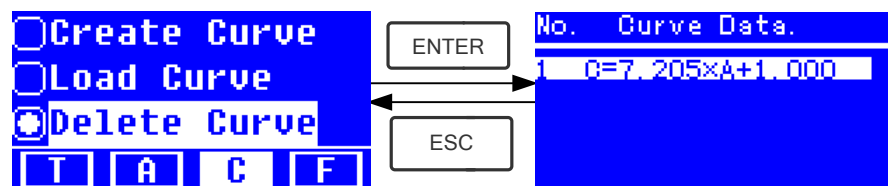

Fig. 4-15
- ★ Mova o cursor até "Delete Curve" e pressione  para confirmar. Assim, o sistema entrará na interface de seleção de equação de curvas. (Fig. 4-15)